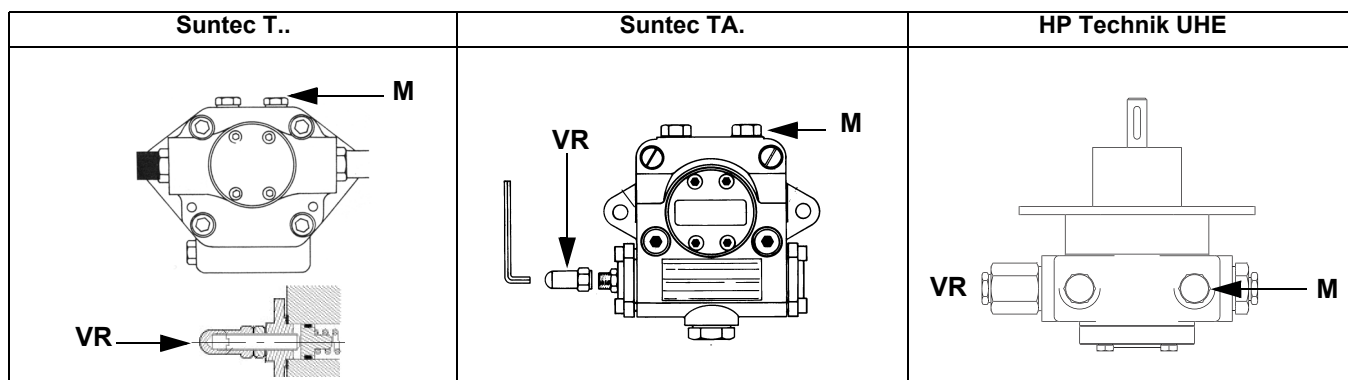
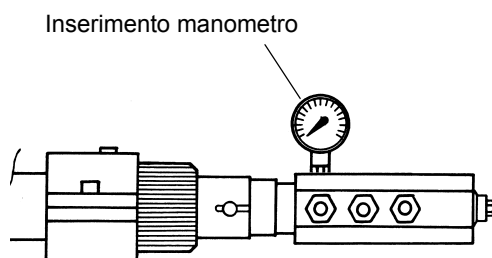

Fig. 8
Fig. 9
- 3 sfiatare l'aria dall'attacco (**M**) manometro della pompa (Fig. 8), allentando leggermente il tappo, senza toglierlo; quindi rilasciare il contattore.
- 5 Solo se necessario, regolare la pressione di alimentazione (vedi relativo paragrafo) nel modo seguente: inserire un manometro nella posizione indicata in Fig. 9 agire sulla vite di regolazione **VR** della pompa (vedi Fig. 8) fino ad ottenere una pressione all'ugello pari a 20 bar (ugelli Monarch o ugelli Bergonzo - vedere grafici a pag. 40);